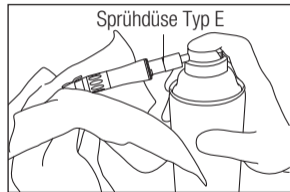

Abb. 13
- 3) Halten Sie das Handstück fest und sprühen Sie 2 bis 3 Sekunden, bis klare PANA SPRAY Plus - Flüssigkeit aus der Spitze des Handstücks austritt (Abb. 13).